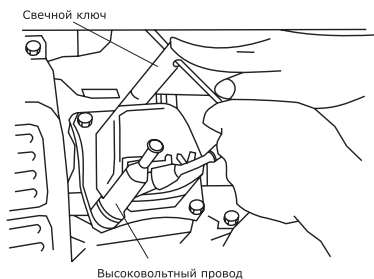
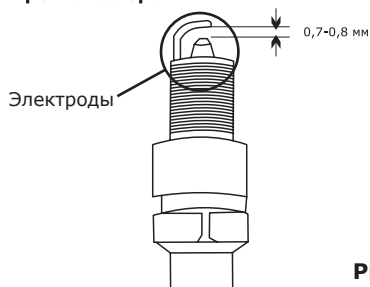

Рис. 23
Рис. 24
- Выверните свечным шестигранным ключом, входящим в комплект поставки, и осмотрите свечу (рис. 23). Электроды свечи должны иметь светло-коричневый цвет (рис. 24).
- Проверьте величину зазора между заземляющим и центральным электродами, используя специальный щуп. При необходимости установите зазор 0,76 мм (рис. 24).